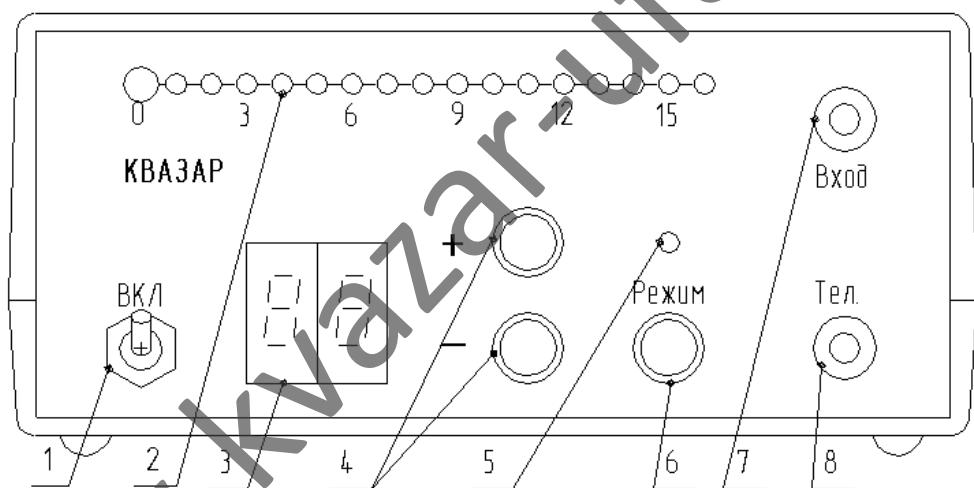

Рис.4. Приемник селективный.
Поисковый приемник (рис.4) является специальным селективным вольтметром. Режим работы входных цепей переключается в зависимости от используемого датчика входного сигнала. При обследовании токов утечки через повреждения изоляции включается высокомоментный режим (мигает светодиод режима 5). При магнитной локации с помощью электромагнитной антенны приемника входные цепи приемника настраиваются в резонанс на каждой рабочей частоте, что повышает общую чувствительность и избирательность. При этом входное сопротивление на рабочей частоте приемника оказывается низким (десятки кОм). Светодиод (5) режима при этом не горит.